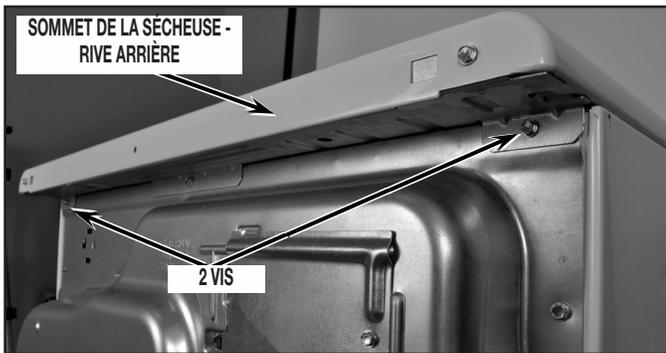

FIGURE 1
5. Ôter le sommet de la sécheuse : ôter les deux (2) vis de fixation à l'arrière de la sécheuse. Voir *Figure 1*.